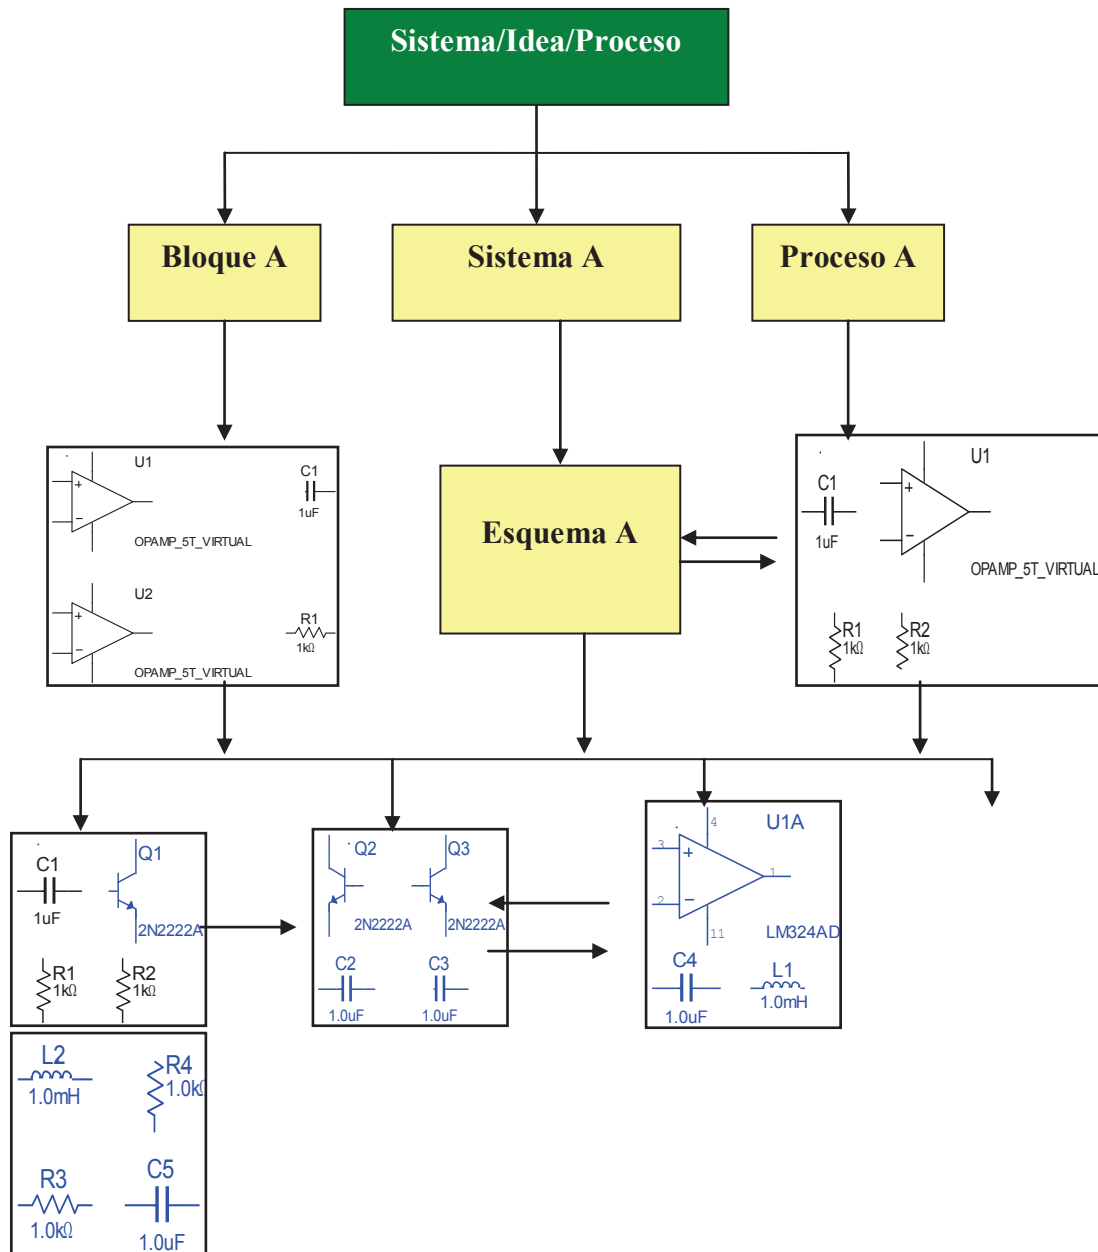

Figura 2.41 (Flujo de Diseño Top-Down)
2. Diseño TOP-DOWN: (Diseño Arriba hacia Abajo) Este tipo de diseño parte de crear la "*Idea, Sistema o Proceso*" y dividirlo en Bloques que al contrario del Diseño Bottom-Up, El diseño Top-Down permite hacer una jerarquía del Proceso y permite que cada nivel se detalle según sus requerimientos realizando así una Pirámide donde se inicia con un concepto de Alto Nivel (*Top*) a partir de la "*Idea, Sistema ó Proceso*" y se divide en niveles hasta llegar a la base donde esta la descripción de los circuitos en Bajo Nivel (*Down*), Figura 2.41